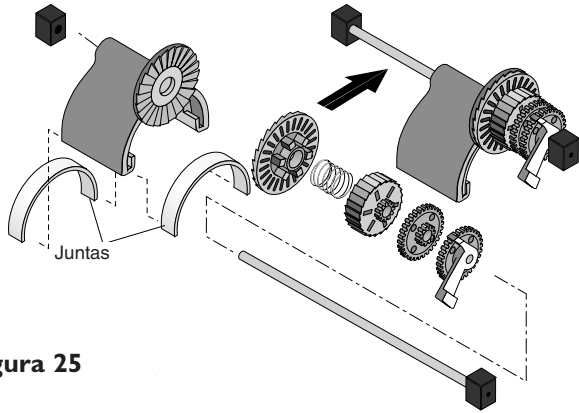

Figura 25
2. Instale el oscilador en el eje largo de transmisión. Instale el engranaje de trinquete en el eje de manera que los dientes enganchen el trinquete en el oscilador. Instale el resorte, el tambor de trinquete, el piñón de engranaje (engranaje grande primero), y la leva (extremo del engranaje primero) en el eje (Consultar la Figura 25). Sostenga los engranajes en el eje mientras los instala, y comprima el resorte de embrague para permitir que la unidad se deslice en posición entre los postes (Consultar la Figura 25).